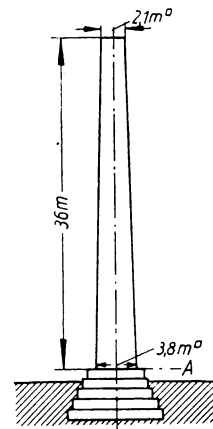

Bild 173
**308.** Ein Fabrikschornstein (Bild 173) hat einen pyramidenförmig verjüngten Schaft von 36 m Höhe und 174 t Gewicht. Die äußere Seitenlänge des quadratischen Querschnitts beträgt unten 3,8 m, oben 2,1 m. Zu berechnen ist a) die Gesamtkraft des waagerechten Winddrucks, der, gleichmäßig verteilt, auf die trapezförmige Fläche der Seitenwand des Schornsteins wirkt. Der Winddruck wird für stärksten Orkan zu  $150 \text{ kg/m}^2$  angenommen. b) die Höhe des Schwerpunkts der Seitenwandfläche, in der die Mittelkraft des Winddrucks angreift, über der waagerechten Schaftsohle A (nach Aufg. 216); c) das Umsturzmoment des Winddrucks für die Kippkante der Schaftsohle A; d) der waagerechte Abstand von der Schornsteinachse, in der die Mittelkraft aus Eigengewicht und Winddruck die waagerechte Ebene der Schaftsohle A durchschneidet.